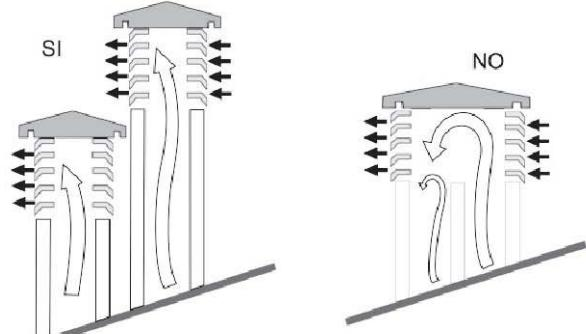

Fig.6
- Qualora si utilizzino canne fumarie ad uscite parallele si consiglia di alzare di un elemento la canna controvento. (fig. 6)